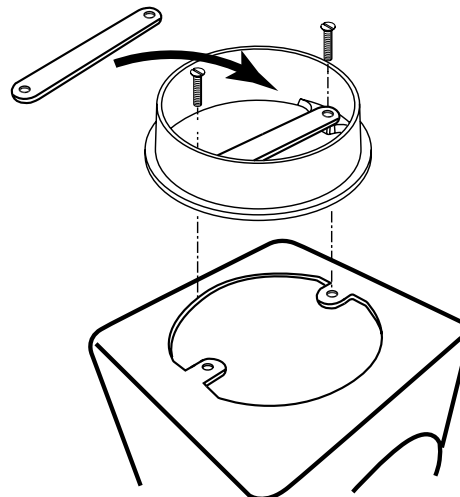

Bild 2: Montering av stos och lodstopp för toppanslutning
3. Vid **toppanslutning** skall ett lodstopp monterats tillsammans med stosen. Använd den medföljande stosen och fäst den tillsammans med lodstoppet med skruv (se bild 2). Täta mellan stos och topp med tätmassa. Gå nu vidare med monteringen enligt anvisning på sidan 6.